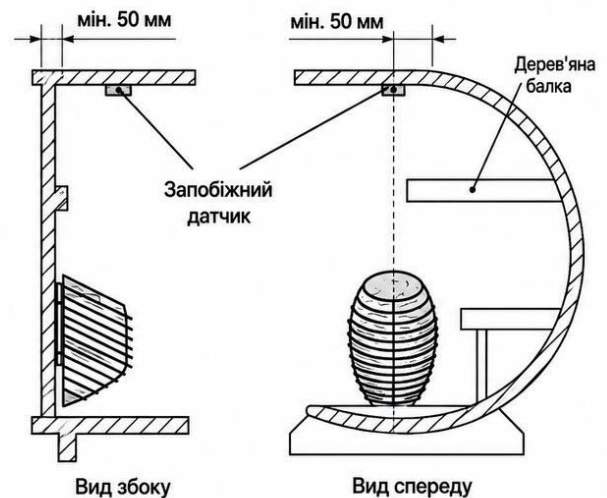

Рисунок 10. Встановлення запобіжного датчика на стелі в бочкових саунах: піч, встановлена на стіні.
- Встановіть датчик безпеки на стелі, якщо ваша сауна-бочка має дерев'яну балку поперек стіни, де встановлено обігрівач, щоб забезпечити оптимальну роботу датчика. Рисунок 10.